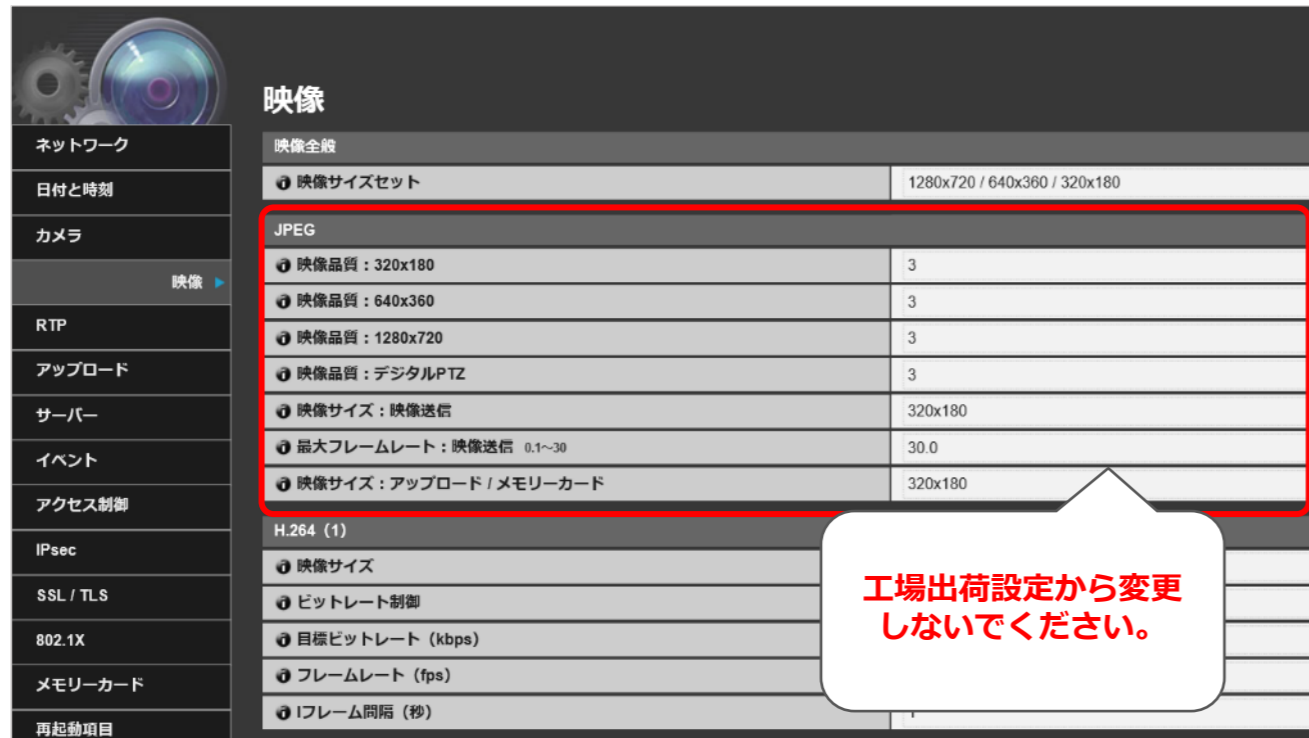

図4 JPEGの設定
- (2) 映像メニュー内の映像のサイズや品質は、工場出荷設定から変更しないでください。(図4)